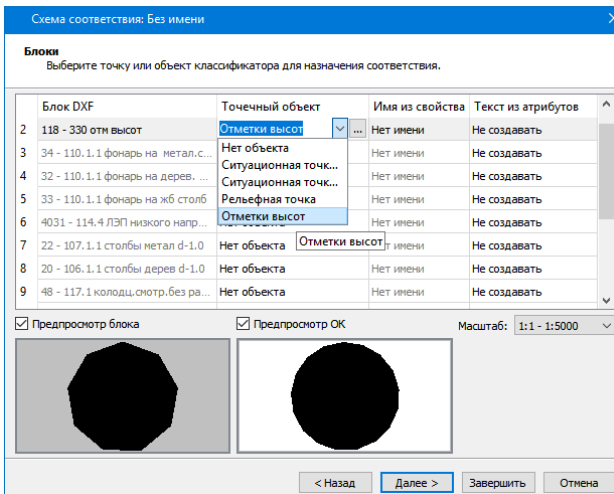

Рис. 10.6
- для блоков (рис. 10.6) – в виде ситуационной точки (без высоты или с высотой), или рельефной точки, или точечного объекта классификатора. Если соответствие не назначается, то блоки передаются в виде отдельных графических масок, текстов, регионов;